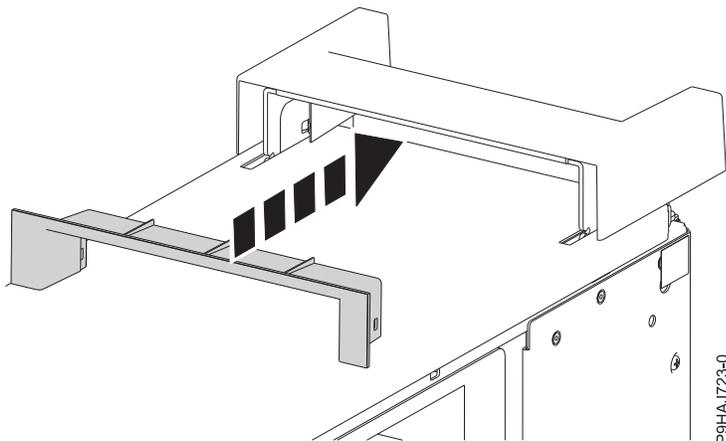

Figura 29. Inserir a peça de plástico na tampa da pega
5. Insira as peças de plástico na tampa da pega ao puxar a mesma de forma firme para a tampa da pega, tal como é apresentado em Figura 29.